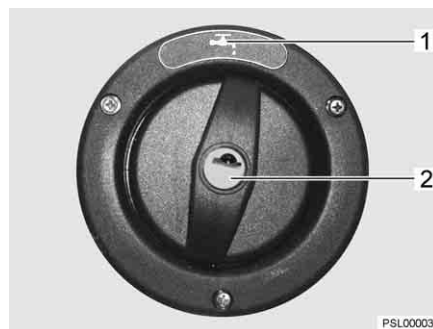

Fig. 52 Coperchio per bocchettone di riempimento dell'acqua potabile
- ▷ Il bocchettone di riempimento dell'acqua potabile è contrassegnato dal simbolo "🔑" (Fig. 52,1).
- Inserire la chiave nel cilindro della serratura (Fig. 52,2) e ruotare in senso antiorario.